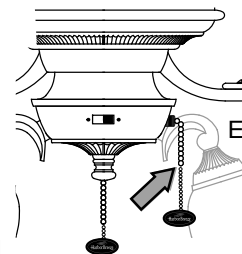

Fig. 1
1. La cadena de encendido, etiquetada VELOCIDAD en la caja del interruptor (E), tiene cuatro posiciones para controlar la velocidad del ventilador. Jálela una vez para la velocidad ALTA, dos veces para la velocidad MEDIA, tres veces para la velocidad BAJA y cuatro veces para APAGAR el ventilador. [Fig. 1]